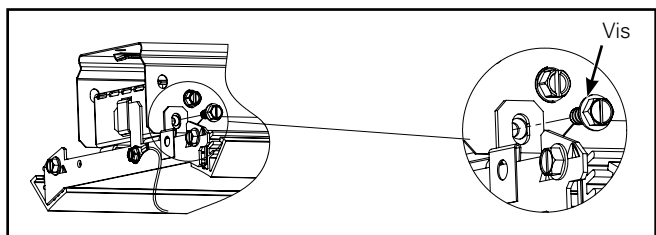

Figure 25.
7. Fixez l'assemblage du guide d'ondes à l'assemblage du canal avec les vis fournies, (figure 25.) (Un seul côté du luminaire) (Utilisez une longue mèche ou un outil à angle droit).